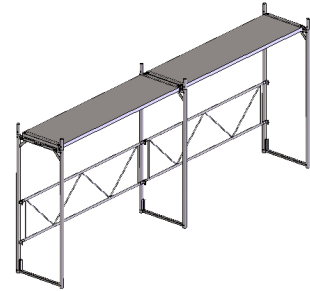

Abb. 7
1. Nach dem Aufbau des Fassadengerüstes, werden die für Spengler- und Dachdeckerläufe zugelassenen Gerüstbeläge (Beläge gemäss Baumusterbescheinigung Nr. 5886, 6425, 6455, 6572, 7028, 7090, 7091, 7167 oder 7168) auf die obersten Rahmen eingelegt. (Abb. 7)